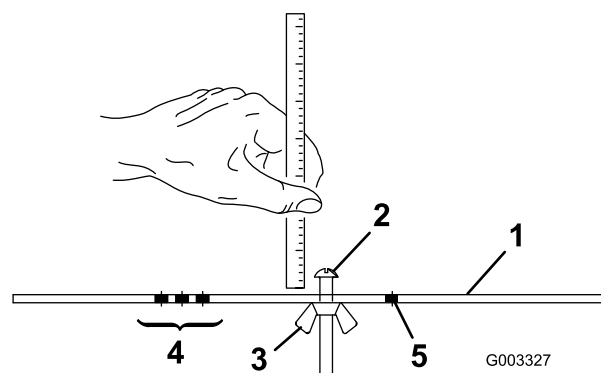

Figura 16
- Allentate il dado sulla barra di misura (Figura 16) e posizionate la vite di regolazione all'altezza di taglio opportuna. La distanza tra la base della testa della vite e la superficie della barra è l'altezza di taglio.